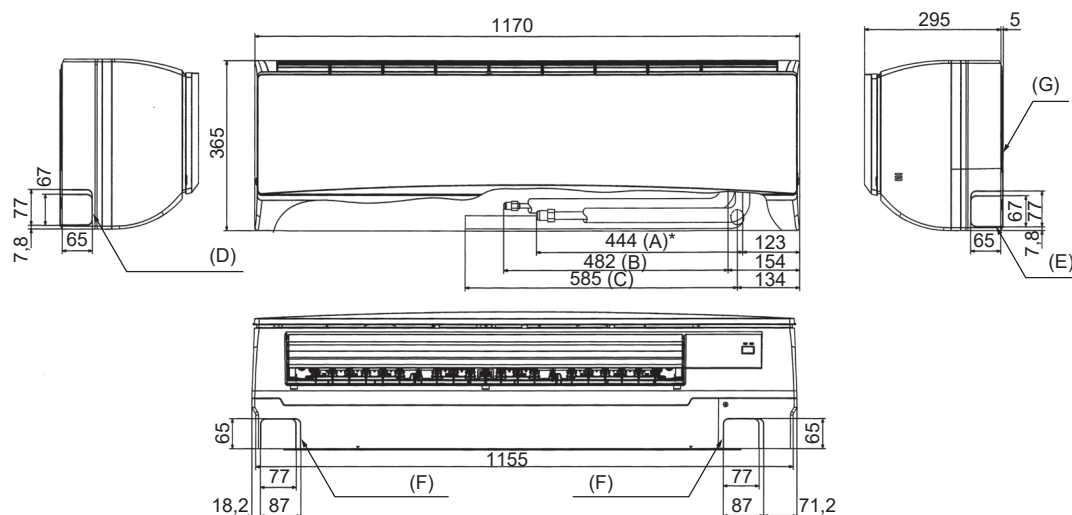
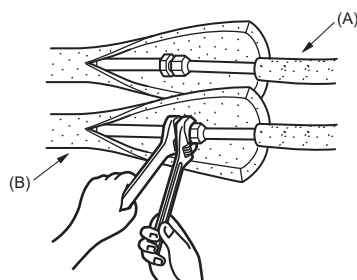

Fig. 4-3
Fig. 4-4
4.4. Posizionamento delle tubazioni del refrigerante e di drenaggio (Fig. 4-3)
- (A) Tubo di trasporto gas * Con accessori installati.
- (B) Tubo di trasporto liquido
- (C) Tubo di drenaggio
- (D) Foro di uscita tubazione sinistra
- (E) Foro di uscita tubazione destra
- (F) Foro di uscita tubazione inferiore
- (G) Piastra di montaggio (1)
4.5. Realizzazione della tubazione del refrigerante (Fig. 4-4)